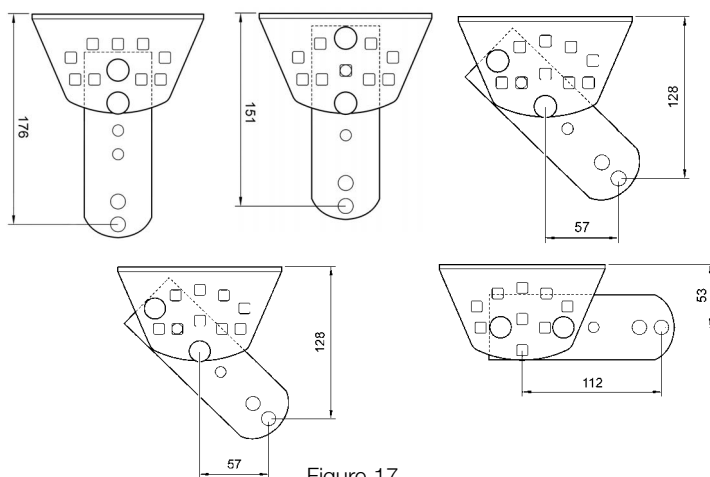

Figure 17
- "C" dépend de comment la patte arrière est montée (voir FIGURE 17) et peut varier de 53 mm à 176 mm. Normalement elle est d'environ 150 mm.
5 Pour obtenir différentes valeurs de "C" (voir Figure 12), il est possible d'assembler les pattes et la plaque comme dans la Figure 17.
20 Si nécessaire, essayer les autres positions d'assemblage autorisée par les plaques arrière et avant. Voir Figure 17.